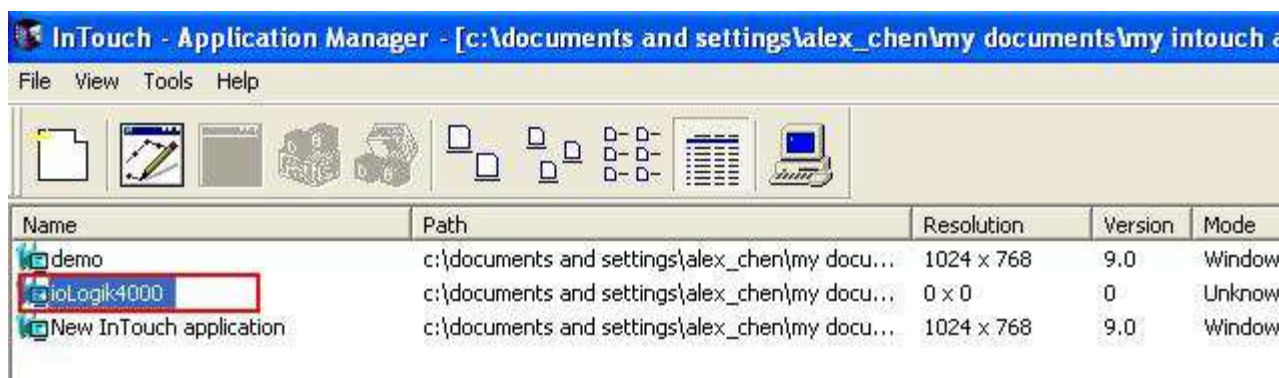

Рис. 8
2.7 Для запуска **InTouch-WindowMaker** дважды нажмите на значок нового приложения, которое было создано ранее (Рис. 8):